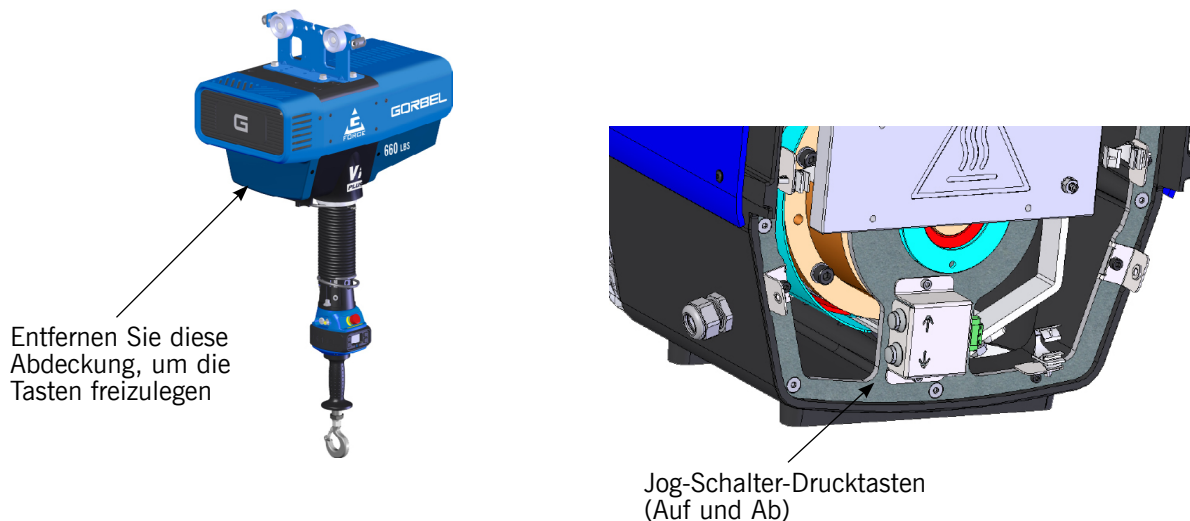

Abbildung 7-10. Jog-Schalter-Drucktasten.
6. Deaktivieren Sie den Not-Aus-Knopf und verwenden Sie die Jog-Tasten (**Abbildung 7-10**) am Aktor, um die Last wieder auf den Boden abzusenken.